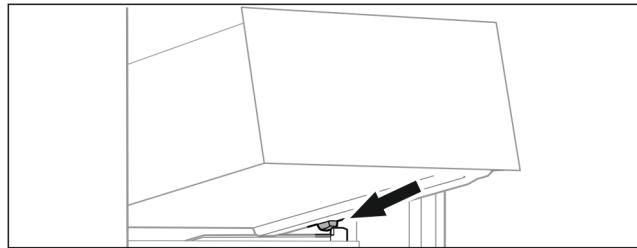

Fig. 121
- Nasadte zásuvku šikmo za zarážky na žebrování na nádoby. (viz Fig. 121)